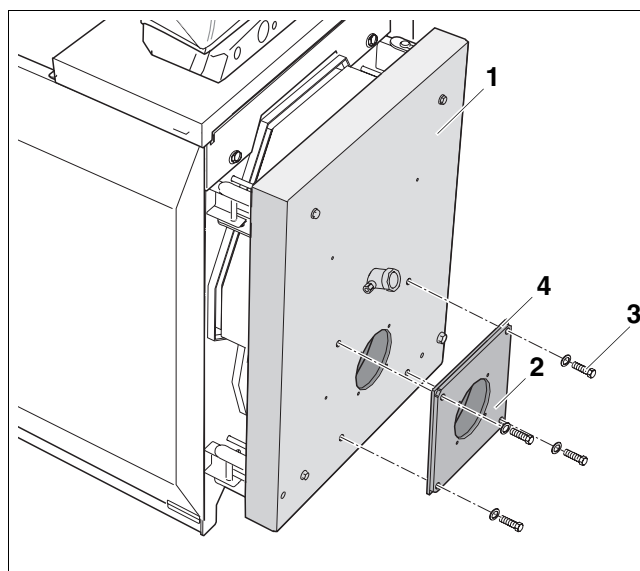

Рис. 37 Монтаж пластины под горелку
- Закрепить пластину (рис. 37, поз. 2) на дверце горелки (рис. 37, поз. 1), используя болты и шайбы (рис. 37, поз. 3) (для уплотнения установить прокладку).